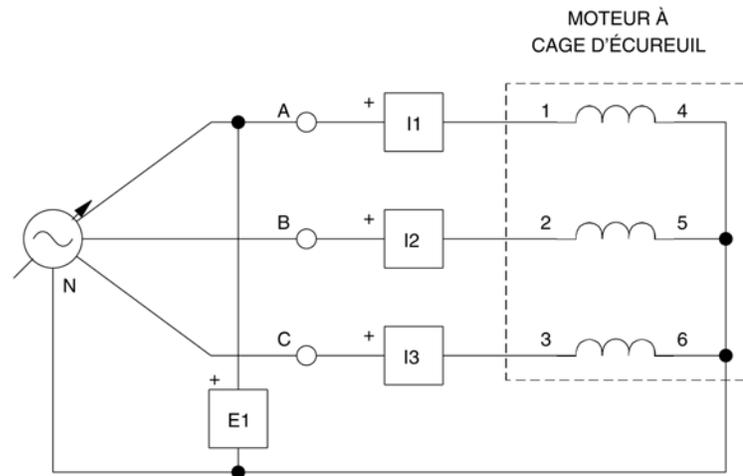

Figure 4-26. Moteur triphasé à cage d'écureuil.
Dans la première partie de cette expérience, vous allez monter l'équipement dans le Poste de travail et le raccorder comme à la figure 4-26.
- 5. Raccordez l'équipement comme à la figure 4-26.
Ouvrez le circuit au point A illustré à la figure 4-26. Assurez-vous que l'entrée E1 TENSION du module IAD demeure raccordée à la source de tension c.a.
Ouvrez le circuit au point B illustré à la figure 4-26.